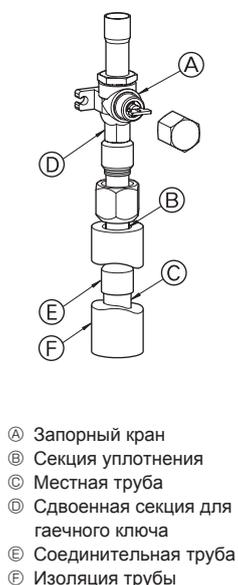

Fig. 4-3
- ③ Для соединения труб со стороны газа необходимо выполнить следующие операции. (Fig. 4-3) (SHW230)